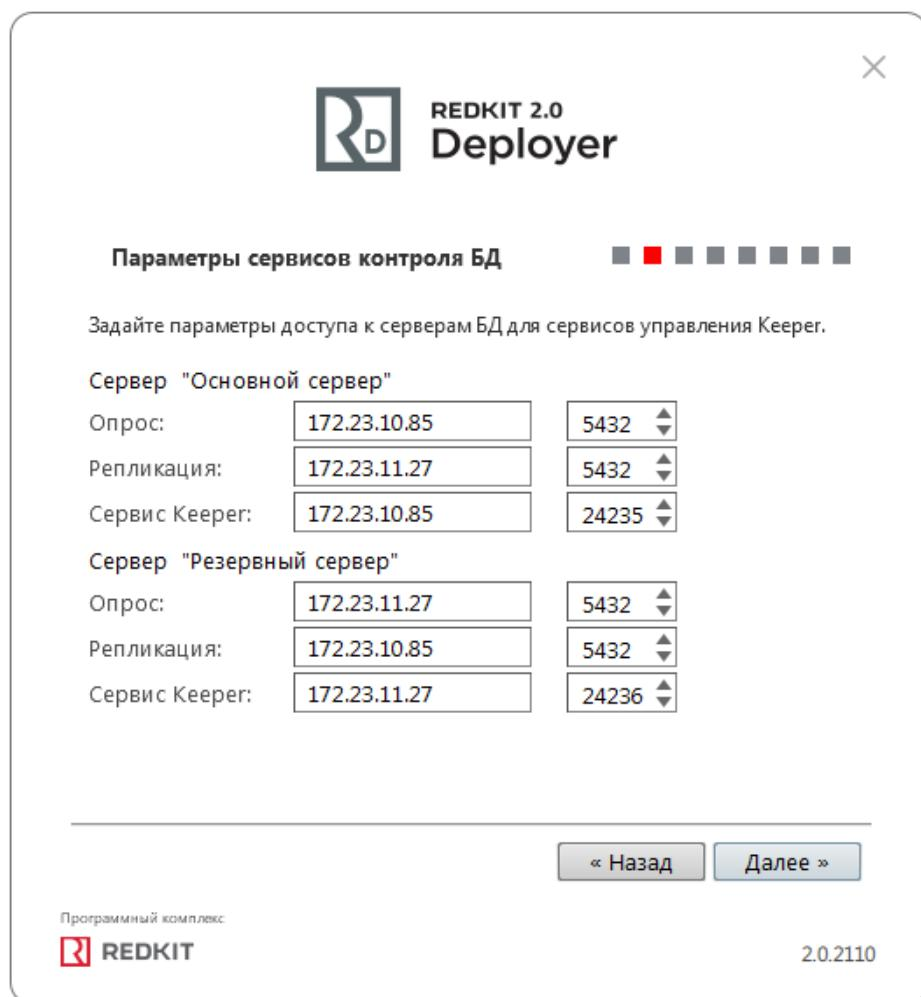

Рисунок 19 - Параметры сервисов контроля БД
- Оставьте параметры сервисов контроля БД по умолчанию и нажмите "Далее" (Рисунок 19). Описание параметров сервисов контроля БД представлено в Таблице 3.